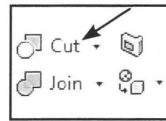

Fig. 08.109. Cut.
- Vælg *Modify - Cut* (Fig. 08.109).